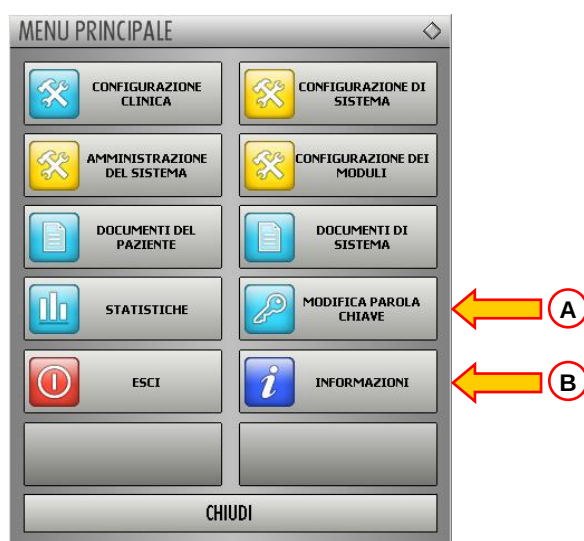

Fig 43
Premendo il pulsante  del menù principale DIGISTAT® (Fig 43 **A**) viene visualizzata una finestra che permette di cambiare la password dell'utente correntemente loggato nel sistema.
- cliccare il pulsante  (Fig 43 **A**).
Il pulsante  INFORMAZIONI del Menù Principale DIGISTAT® (Fig 43 B) permette di visualizzare una finestra contenente informazioni sulla versione di DIGISTAT® installata e sulle relative licenze (Fig 45).